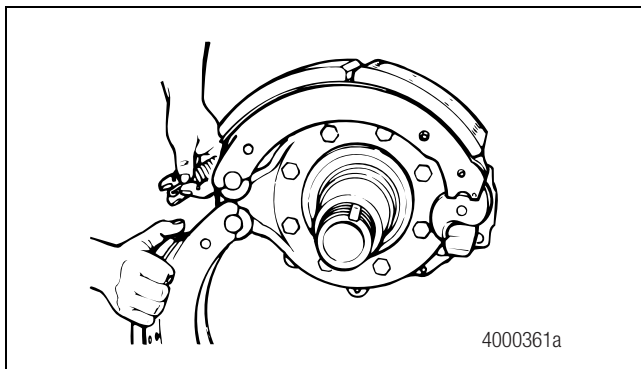

Figura 5.18
2. Coloque la zapata superior del freno en su posición en el pasador de anclaje de arriba. Sujete la zapata inferior del freno con el pasador de anclaje de abajo. Instale dos nuevos resortes de retención de la zapata del freno. Figura 5.18.